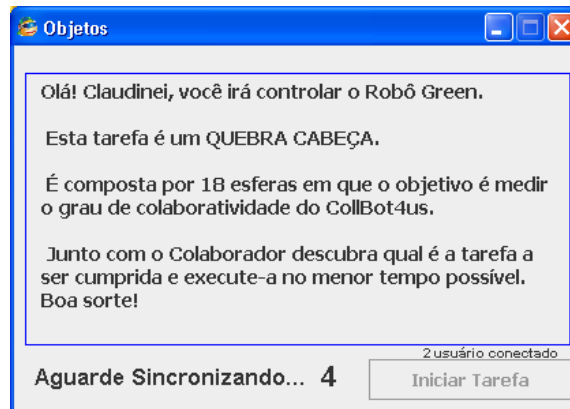

Figura 2 - Sincronização
- Uma janela de sincronização, o qual indicará o número de usuários conectados esta exibida na figura 2. Quando o segundo usuário se conectar